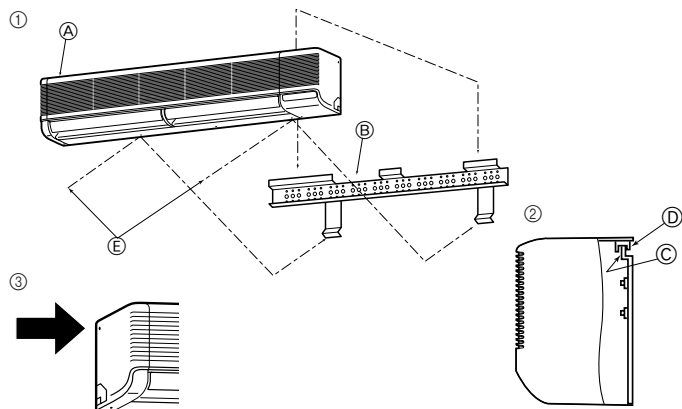

Fig. 3-11
3.4. Het binnenapparaat monteren (Fig. 3-11)
- ① Zorg ervoor dat de metalen palen van het binnenapparaat over de haken van de muurbevestigingsmal vallen.
- ② Als de pijpen zijn aangelegd, schroeft u het binnenapparaat op de muurbevestigingsmal met behulp van de bevestigingsschroeven.